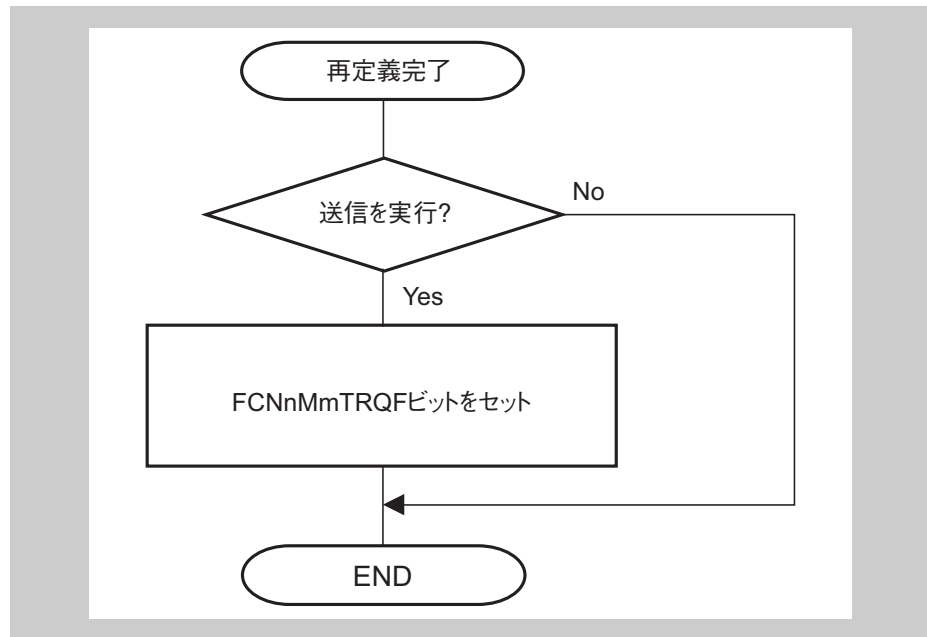

図 17-5 再定義後の送信メッセージ・バッファに対する送信要求の設定 (FCNnMmCTL.FCNnMmTRQF)
2. メッセージが送信されると、送信要求が設定された個々の送信メッセージ・バッファで設定されている ID、IDE および FCNnMmSTRB.FCNnMmSSRT に従って送信優先度をチェックします。優先度の最も高い送信メッセージ・バッファが選択され、送信に使用されます。図 17-5「再定義後の送信メッセージ・バッファに対する送信要求の設定 (FCNnMmCTL.FCNnMmTRQF)」の手順を守らないと、優先度の最も高い ID を持つメッセージが再定義後に送信されないことがあります。